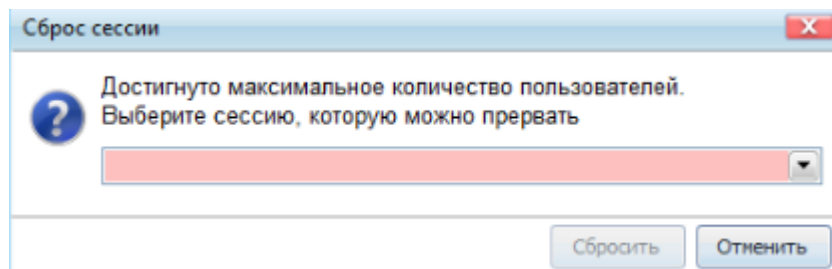

Рисунок 7.41 – Модальное окно «Сброс сессии»
- флаг «*Привилегированный пользователь*» – по умолчанию не установлен. Пользователю, наделенному этим признаком, при авторизации в системе, когда свободных лицензий уже нет, отображается модальное окно «Сброс сессии» (Рисунок 7.41). Пользователю, у которого настроена NT-авторизация и который наделен признаком «*Привилегированный пользователь*», при авторизации в системе, когда свободных лицензий уже нет, отображается модальное окно «Сброс сессии». Для сброса сессии необходимо в модальном окне «Сброс сессии» из раскрывающегося списка активных сессий выбрать сессию пользователя только нужной подсистемы. Для сохранения установленного признака «*Привилегированный пользователь*» необходимо нажать кнопку «*Сохранить*». Флаг можно установить, даже если пользователь объявлен не действующим. Если признак «*Привилегированный пользователь*» был установлен у действующего пользователя, а признак «*Действующий пользователь*» потом был снят, флаг «*Привилегированный пользователь*» будет по-прежнему установлен.